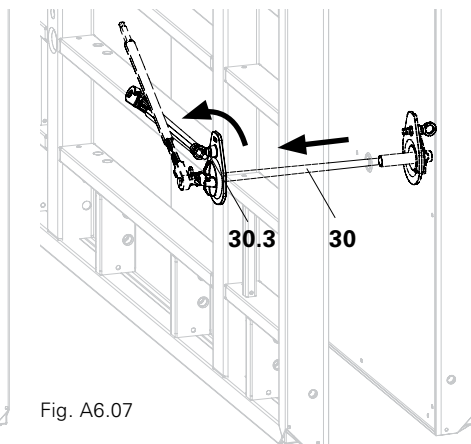

Fig. A6.07
2. Svitare il tirante MX (30) con la chiave a cricchetto 2 MX. (Fig. A6.07)